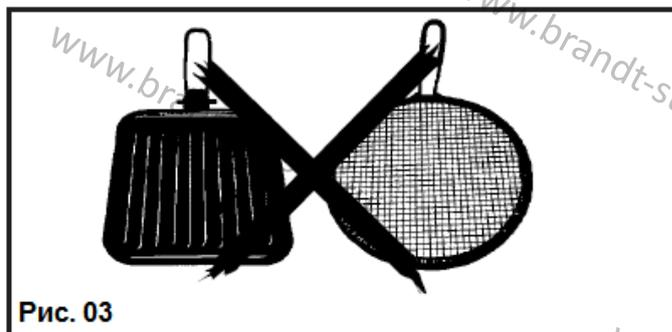

Рис. 03
- Не используйте сковороды с термостатами, сковороды-тостеры, сковороды-гриль или соейники с ножками, которые могут прикасаться к стеклянной поверхности прибора (Рис. 03).